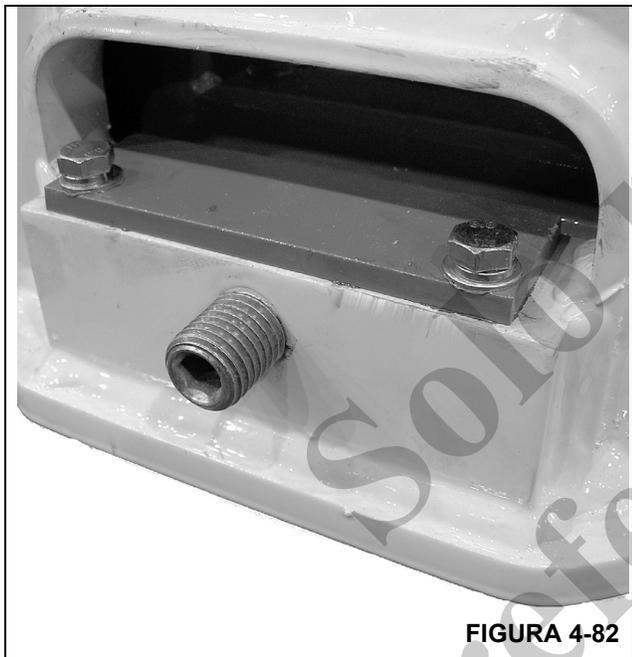

FIGURA 4-82
3. Instale la almohadilla de desgaste de latón a través del agujero de acceso de la base en el costado de la sección de la base, deslice la sección central interior más allá de la almohadilla de desgaste e instale la placa de bloqueo (Figura 4-82).